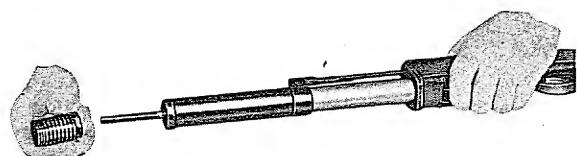

Fig. 3
- 3 — Sfilare il pistone (tav. 2° - H) (fig. 3).
- 3 - slide piston forward off magazine tube cap shaft (H - Table 2) (fig. 3).
- 3 - enlever le piston (fig. 3 - table 2 - pièce H)